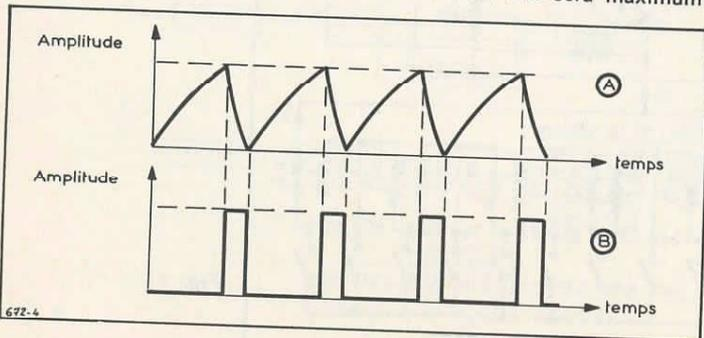

Fig. 4
Analysons le schéma du mélangeur. Un signal en dents de scie comme celui de la figure 4 (A) est appliqué par les points 9-9' à R3 au potentiomètre R4 qui règle son amplitude. D'autre part un signal à impulsions comme celui de la figure 4 (B) est transmis par les points 7-7', et la résistance R1 au potentiomètre R2 réglant son amplitude.